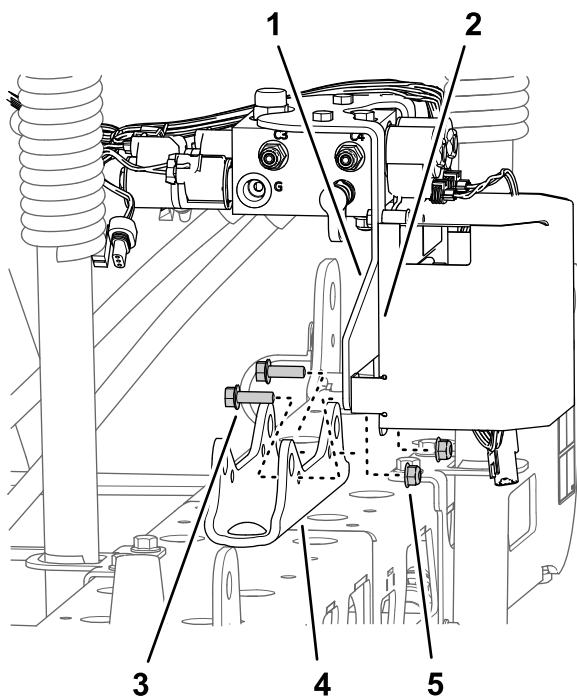

Bild 44
- Maschinen mit der optionalen Nivellierung für den Ultra Sonic Boom:** Entfernen Sie die zwei Sicherungsbundmutter (5/16") und die zwei Bundkopfschrauben (5/16" x 1"), mit denen die Stützhalterung für den Abschnitthubverteiler und die TEC-Steuergeräthalterung an der Zylinderbefestigung befestigt ist, und nehmen Sie den Verteiler und die Halterung von der Zylinderbefestigung ab (Bild 44).